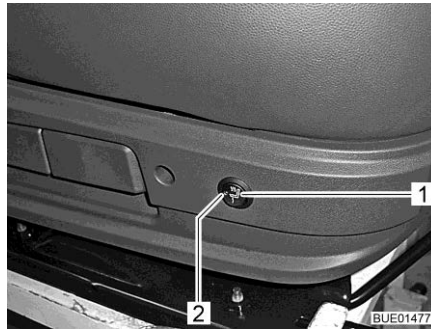

Bild 19 Schalter für Sitzheizung
- Schalter (Bild 19,1) hinten an der linken Seite der Sitzkonsole drücken.
Wenn die Sitzheizung arbeitet, leuchtet die LED (Bild 19,2).
- Schalter (Bild 19,1) in Mittelstellung schalten. Die LED erlischt.